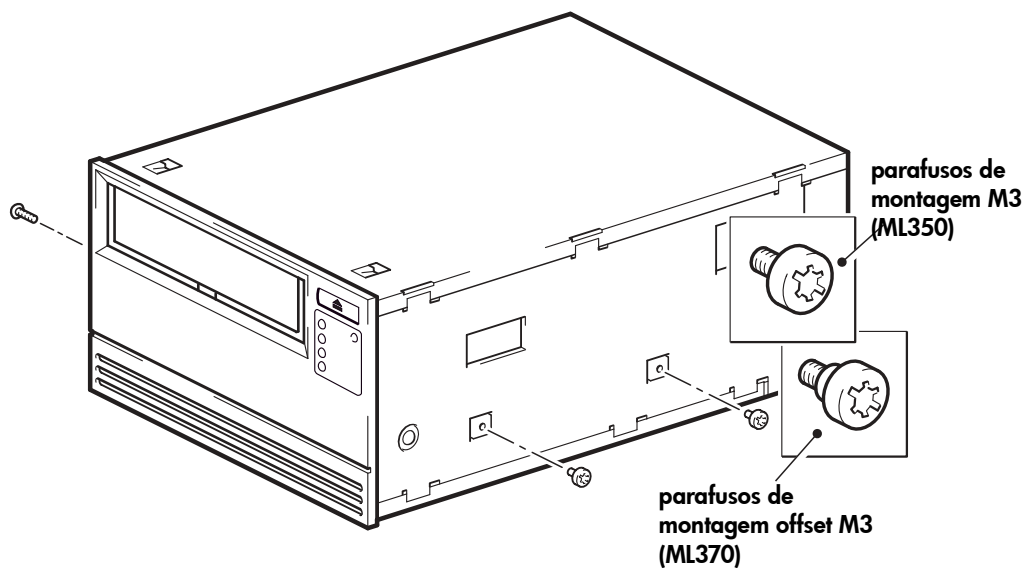

Figura 5b: fixar parafusos de montagem em um servidor HP ProLiant 350 ou 370 padrão
- 1 Use uma chave de fenda Torx T8 para fixar os parafusos adequados. Poderá ser necessário adquirir os parafusos M3 separadamente. Coloque os parafusos, conforme a Figura 5b.